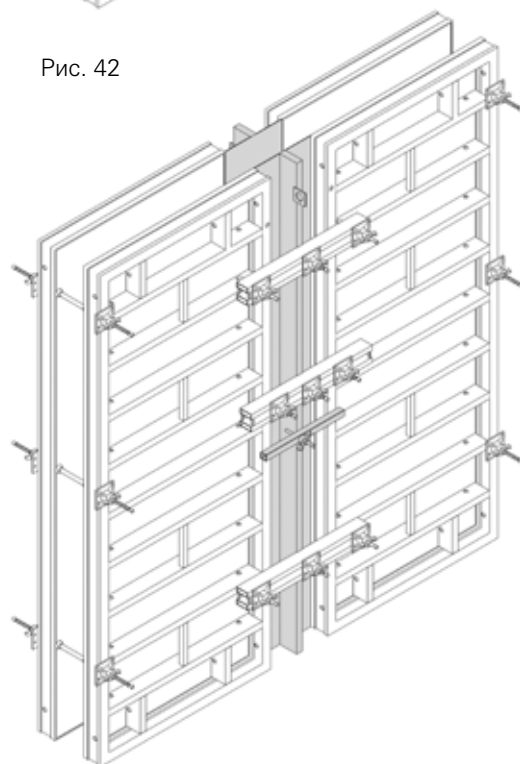

Рис. 43
Если с обеих сторон применяются однородные дистанционные вставки, то тогда следует навесить ригель 85 (23) либо ригель 180 (24) с натяжными крючками ST400. (Рис. 43)